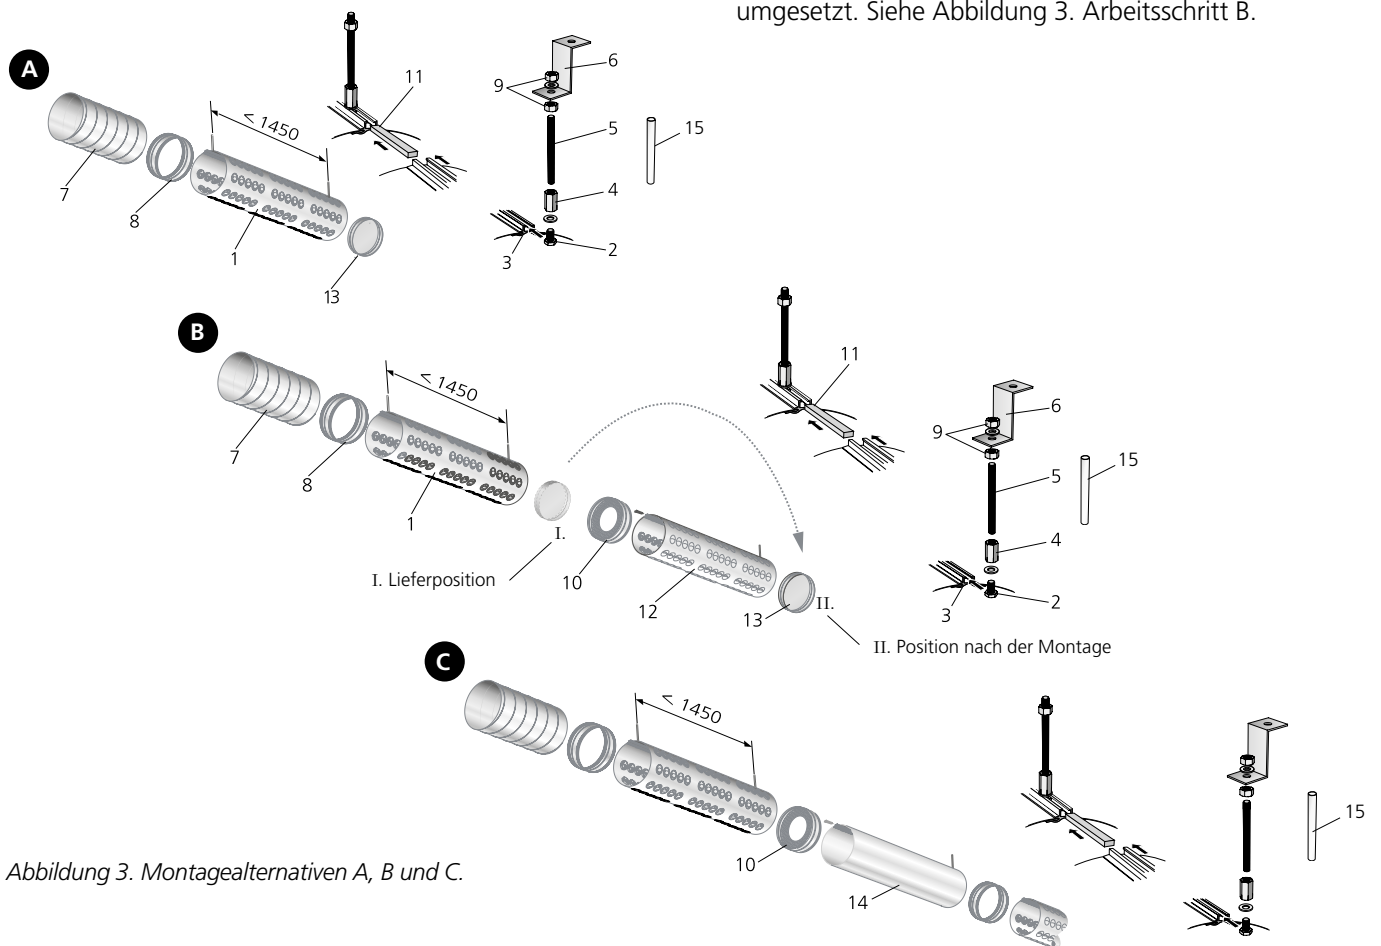

Abbildung 3. Montagealternativen A, B und C.
- Die Montage der inaktiven Kanalsektionen IBIS D (14) erfolgt auf die gleiche Weise wie die der Düsenkanalsektionen. Die beigefügten nippel (8) und Verteilungsnippel (10) sind zu verwenden.
- Bei allen Lieferungen ist der Abschlussdeckel (13) bereits in der ersten Sektion montiert. Dieser wird in allen Fällen mit Ausnahme der Länge 1500 zur letzten Sektion umgesetzt. Siehe Abbildung 3. Arbeitsschritt B.